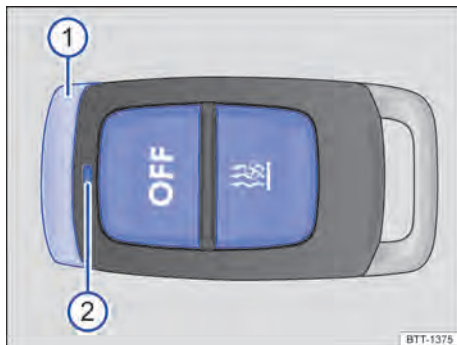

Fig. 125 Aquecimento estacionário: controle remoto.
- **Ligar:** pressionar o botão **☰** → Fig. 125. Quando a luz de controle verde se acender por aproximadamente 2 segundos, o aquecimento estacionário está ligado.